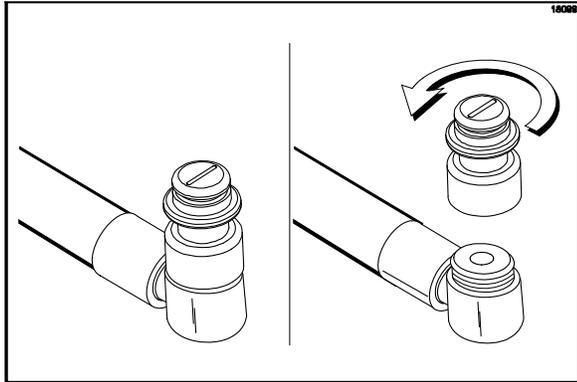

図28
9. 容器を下に置き、シロップノーズフィッティングを反時計回りにまわしてシロップフィッティングから外します。シロップのロスを防ぐため、ドア下にバケツを置いたまま、シロップノーズフィッティングを上向きにして作業してください(図28を参照)。